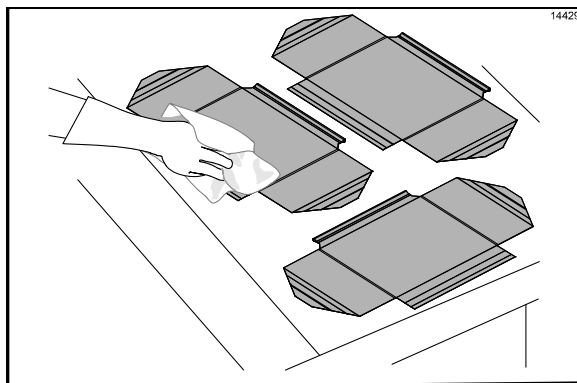

Figure 110
42. Rincer les deux côtés des feuilles de protection avec un chiffon gril propre et trempé dans de l'aseptisant (Cf. Figure 110).